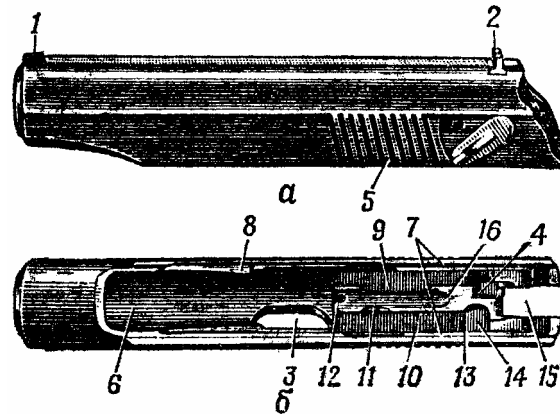

Рис.33. Затвор:
2. **Затвор** (рис.33) служит для подачи патрона из магазина в патронник, запирания (откуда и происходит его название) канала ствола при выстреле, удержания стреляной гильзы (извлечения патрона из патронника, если выстрел не производился) и постановки курка на боевой взвод.